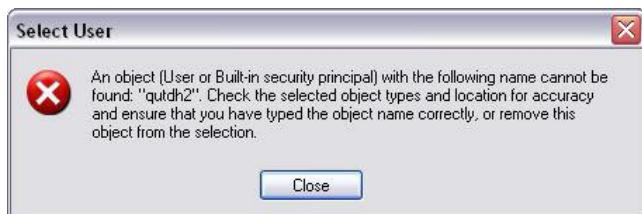

Рис. 42
10. Если компьютеру не удается найти ваше имя пользователя, появится сообщение об ошибке Рис. 42. Проверьте выбираемые типы объектов и место, затем повторите ввод имени пользователя. Если сообщение об ошибке возникает повторно, свяжитесь с ИТ-специалистом, чтобы получить дальнейшую помощь.